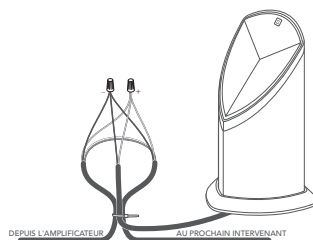

Figure 6
8. Coupez les deux fils appropriés pour l'enceinte gauche ou droite (voir les tableaux ci-dessous) et dénudez 3/4 po d'isolation sur les extrémités exposées des fils d'enfouissement, puis dénudez 3/4 po d'isolation des extrémités de la queue de cochon de l'enceinte correspondante (voir Figure 6).
9. Créez une boucle d'environ 250mm (10 po) et utilisez un collier de serrage pour maintenir la boucle et la queue de cochon de l'enceinte en place afin de soulager la tension, voir Figure 6.